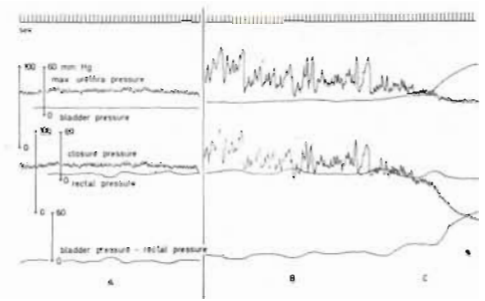

Fig 5. Tryckförhållandena vid vattenkastning hos en kvinna med täta plötsliga trängningar till vattenkastning ("urgency incontinens").
Fig 5 visar tryckförhållande hos en patient med "orolig blåsa" ("urgency incontinens"). Medan man hos de tidigare patienterna utan besvär fyllde blåsan med 200 ml vatten, börjar man här med 100 ml (A). Under perioden (B) påfylls till 150 ml. Detta gör, att den tidigare stabila tryckkurvan blir orolig och patienten anger trängningar. Vid (C) har man fyllt med 200 ml, vilket gör att patienten omedelbart kastar vatten. Dessa patienter har således en ringa blaskapacitet.